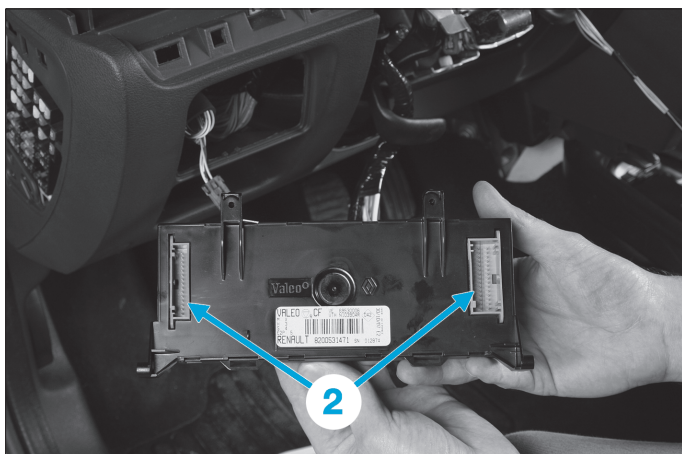

Fig. 17
- Débrancher les connecteurs (2) du tableau de commande (Fig.17).